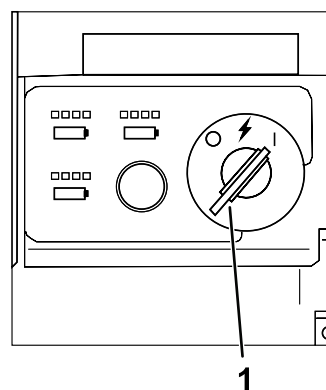

Figura 17
3. Gire la llave a la posición de MARCHA para encender la máquina (Figura 17).